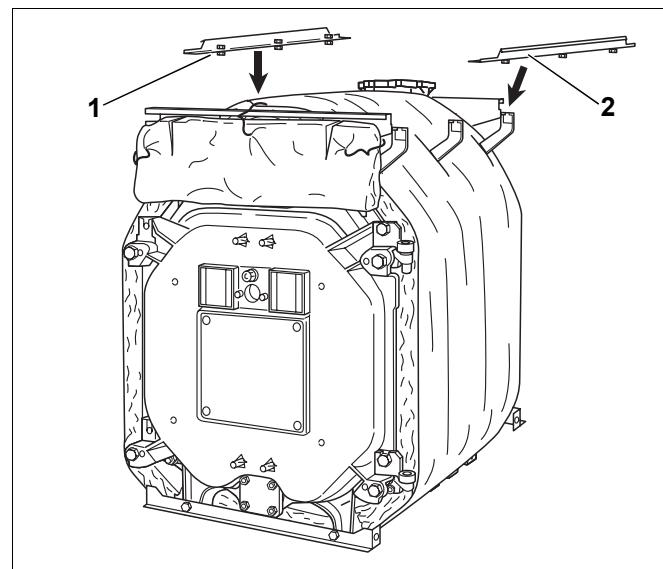

Fig. 45 Montaggio delle guide longitudinali
- ▶ Far scorrere le guide longitudinali (fig. 45, [1] e [2]) con le viti premontate nelle cavità dei supporti, come descritto in precedenza , e avvitarle saldamente per mezzo delle viti stesse.